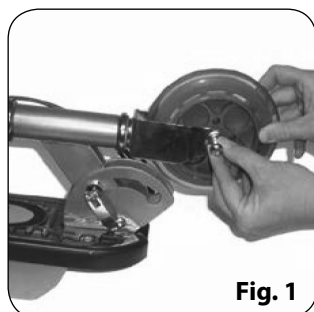

Fig. 1
2. Montare la ruota anteriore sulla forcella del monopattino. Vedi la Fig. 1.